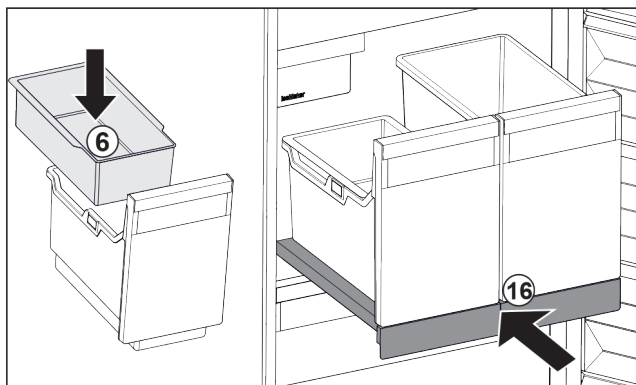

Fig. 30
- ▶ Vložte závesnú misku Fig. 30 (6) na kocky ľadu.
- ▶ Zasuňte vyťahovacia polička s nádobou (IceTower). Fig. 30 (16)